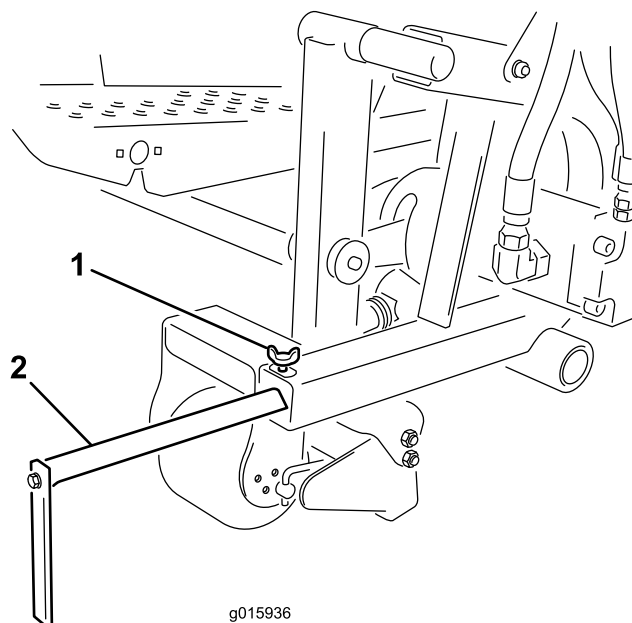

图 11
松开调节螺丝将对齐导向器移动到所需位置图 11。
1. 松开螺丝将对齐导向器向前或向后调整到所需位置图 11。